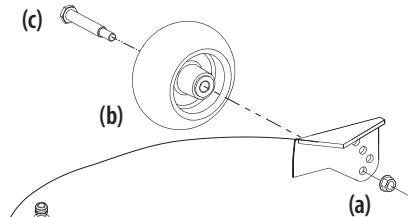

Figure 12
- Retirez le l'écrou de blocage (a) la roulette de terrage (b) et la vis à épaulement (c) du plateau. Consultez la Figure 12 à la page 77.